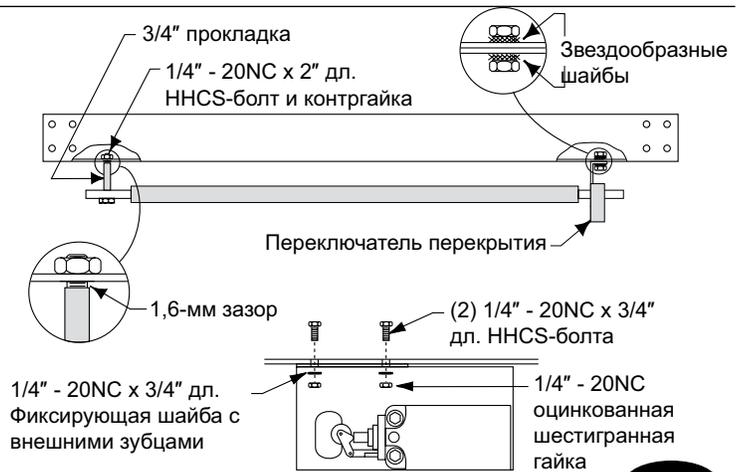

Рис. 5
6. Установите сборочную часть переключателя в направлении стойки с силовым блоком, согласно рис. 5, используя (2) 1/4"-20NC x 3/4" дл. HHCS-болта, гайки и звездообразные шайбы. Вставьте шестигранный болт 2" через поворотное отверстие на конце планки переключателя. Вставьте противоположный конец (висящий) планки через прорезь в монтажном кронштейне переключателя. Затем закрепите шестигранный болт и планку переключателя на перекрытии, как показано на рисунке, используя прокладку 3/4" и фиксирующую гайку. Затяните шестигранный болт, оставив зазор 1,6 мм между прокладкой и сборочной частью поперечины.